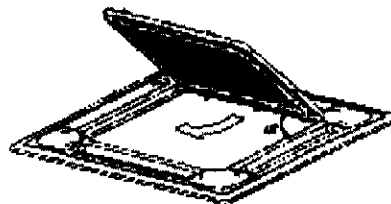

Abb. 10
- b. Klappen Sie das Gitter im 30°-Winkel nach oben und nehmen Sie es ab. (Siehe Abb. 10)